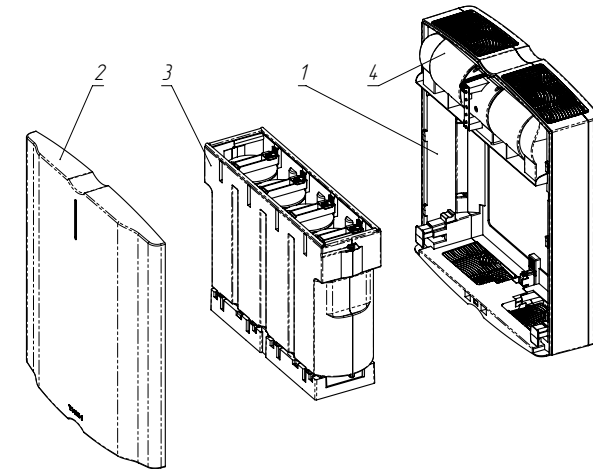

Рисунок 1. Внутреннее устройство обеззараживателя-очистителя «Tion Clever»
Обеззараживатель-очиститель воздуха работает в режиме 100% рециркуляции. Он забирает воздух через входную решетку и пропускает его через систему фильтров (Рисунок 1, поз.3), очищая от механических и химических примесей, инактивируя (уничтожая) все типы микроорганизмов (в том числе споры плесневых грибов), а затем возвращает очищенный воздух в помещение через выходное отверстие.
- Снять крышку (Рисунок 1, поз.2) и фильтрующий модуль (Рисунок 1, поз.3) (пункты 1-3 раздела 8.1.1).
1. Снимите крышку (Рисунок 1 поз.2), сдвинув ее вертикально вверх до упора (в нижней части панели имеется фиксатор (Рисунок 3 поз.2), который необходимо потянуть на себя).